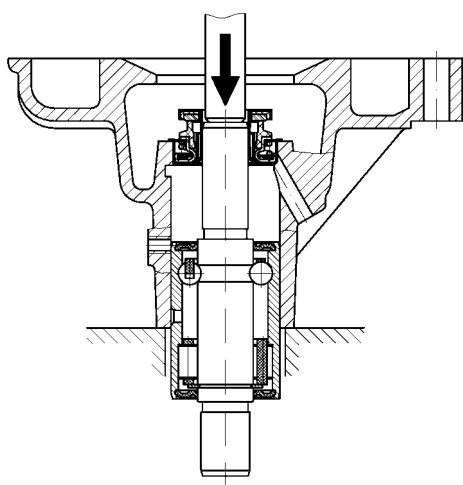

Рис. 134. Выпрессовка подшипника
- выпрессовать из корпуса подшипник (рис. 134). Выпрессовку подшипника производить на прессе или с помощью медной оправки. Для более легкой выпрессовки рекомендуется нагреть водяной насос до температуры плюс 80 °С;